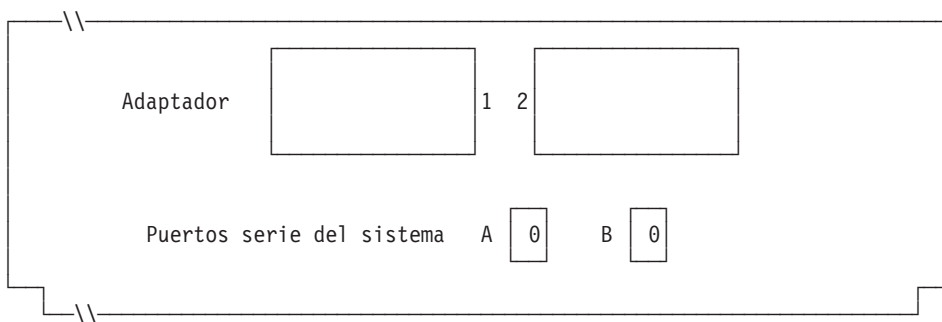

Figura 84. Lado derecho de la parte posterior del Terminal de Punto de Venta IBM 4693-3x1
6. Si las aplicaciones de terminal utilizan el puerto asíncrono, anote el número de puerto en la Figura 84. Especifique un 0 para los puertos no utilizados por el terminal. Los números de puerto válidos son 1, 2, 3, 4.